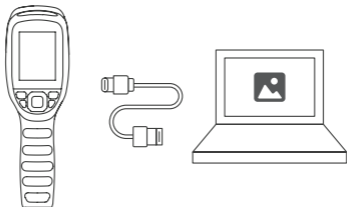

図 4.1.1
2. 提供した USB ケーブルで TC005 をコンピュータに接続します (図 4.1.1 を参照)。